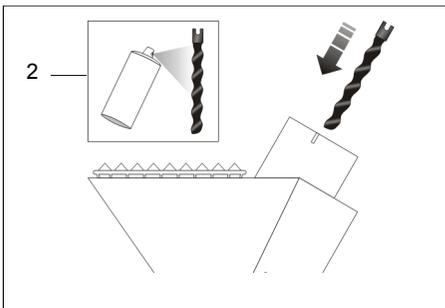

FIG.15 (Inserimento rotore nello statore)
- 4) Spruzzare sul rotore il liquido "Antigrip" (FIG.15-Rif.2) fornito in dotazione (v. par. 4.2);